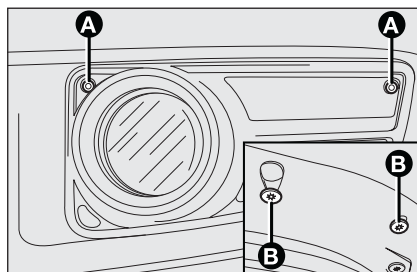

fig. 29
- ☐ afloje los dos tornillos **A-fig. 29** de fijación del faro antiniebla sobre el parachoques;